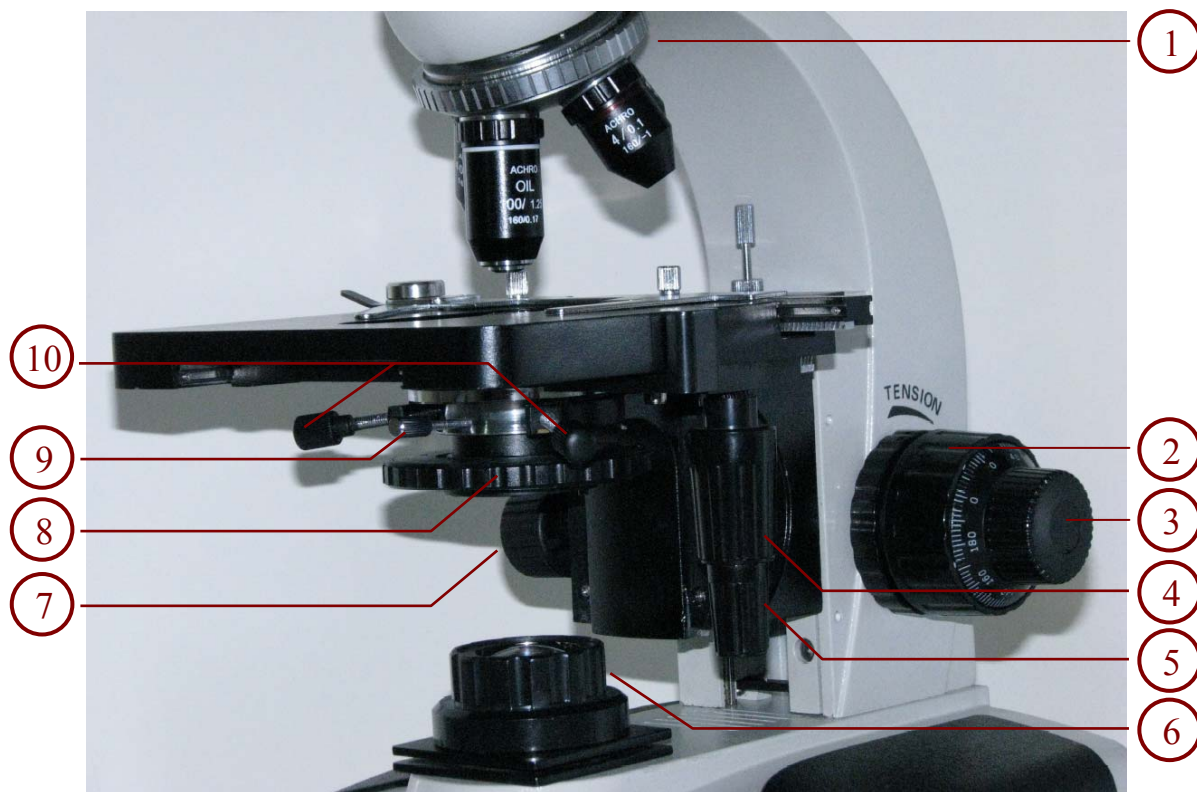
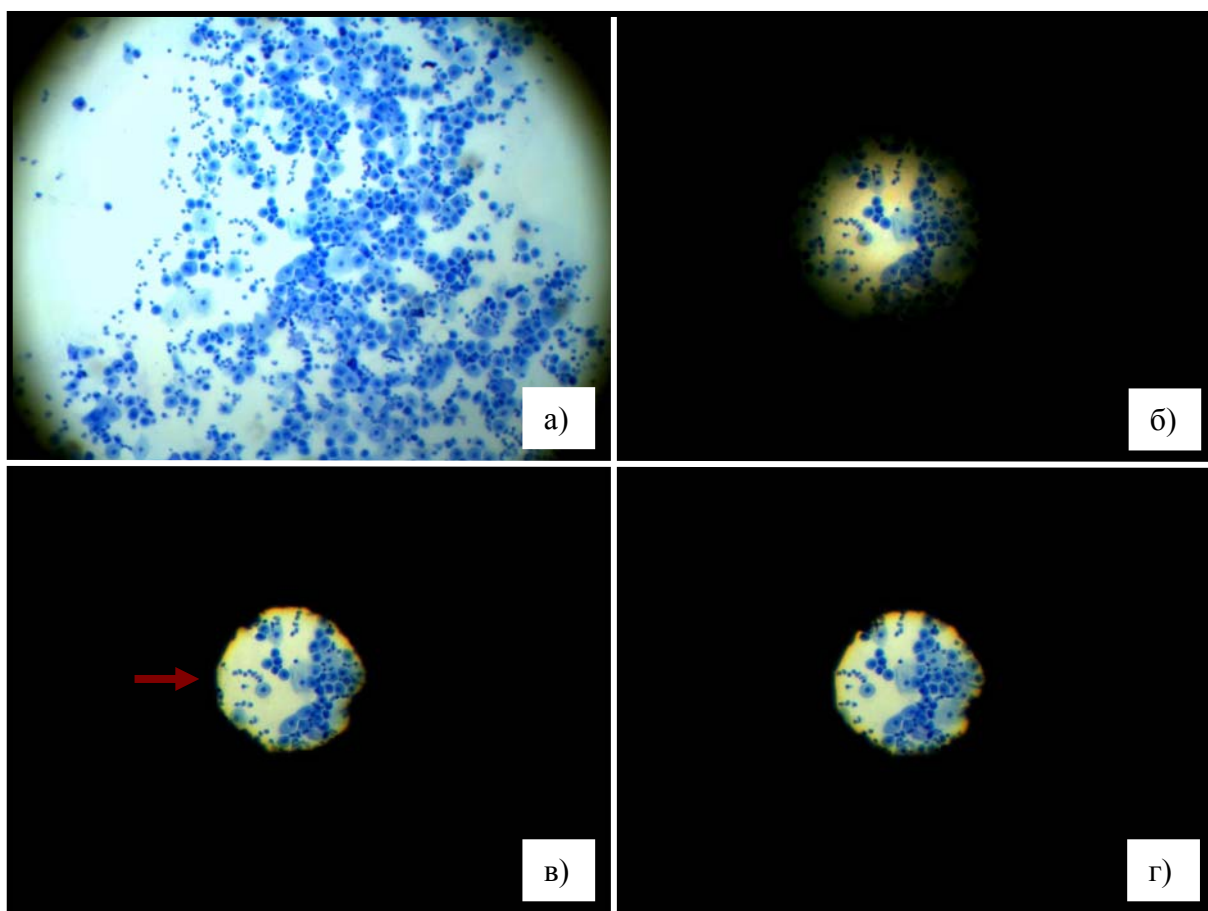

Рис.5.1. Элементы настройки микроскопа
Рис.5.2. Настройка освещения по Келлеру
- вращая револьверную головку (рис. 5.1, поз. 1), установите объектив x10 (при окуляре x16) в рабочее положение;
- добейтесь максимального открытия полевой диафрагмы (по максимальной яркости изображения), вращая корпус коллекторной линзы осветителя (рис. 5.1, поз. 6);
- поднимая предметный столик с помощью ручки грубой регулировки резкости (рис. 5.1, поз. 2), добейтесь появления в окулярах изображения препарата;
- с помощью ручки точной регулировки резкости (рис. 5.1, поз. 3), добейтесь максимально резкого изображения препарата (см. рис. 5.2, а);
- вращая корпус коллекторной линзы осветителя, добейтесь максимального закрытия полевой диафрагмы. При этом в окулярах микроскопа появится нерезкое изображение краев диафрагмы в виде светящегося отверстия (см. рис. 5.2, б). Если изображение краев
- Если изображение полевой диафрагмы выглядит нерезким (рис. 5.2, б), следует отрегулировать положение конденсора по вертикали с помощью соответствующей рукоятки (рис. 5.1, поз. 7). Должно получиться изображение, сходное с показанным на рис. 5.2, в;
- Если отверстие диафрагмы смещено относительно центра поля зрения, следует отрегулировать его положение с помощью центрировочных винтов (рис. 5.1, поз.10). Перемещение конденсора с помощью указанных винтов происходит по диагонали, поэтому центровка конденсора требует некоторой практики.
После настройки конденсора следует плавно раскрыть полевую диафрагму таким образом, чтобы изображение ее краев исчезло из поля зрения. Раскрывать полностью полевую диафрагму не следует, т.к. это приводит к ухудшению контрастности изображения из-за чрезмерной засветки. Затем следует удалить один из окуляров и плавно закрывать апертурную диафрагму (рис. 5.1, поз. 8) до тех пор, пока диаметр видимого светового пятна не уменьшится примерно на треть.
Для работы с микроскопом следует отрегулировать раскрытие окуляров таким образом, чтобы два изображения слились в одно. Кольцо диоптрийной коррекции на правом окуляре следует установить «на ноль», если острота зрения обоих глаз одинакова. В противном случае необходимо выполнить общую наводку на резкость (рис. 5.1, поз. 2 и 3), после чего закрыть левый глаз и добиться максимальной резкости для правого, вращая кольцо коррекции.